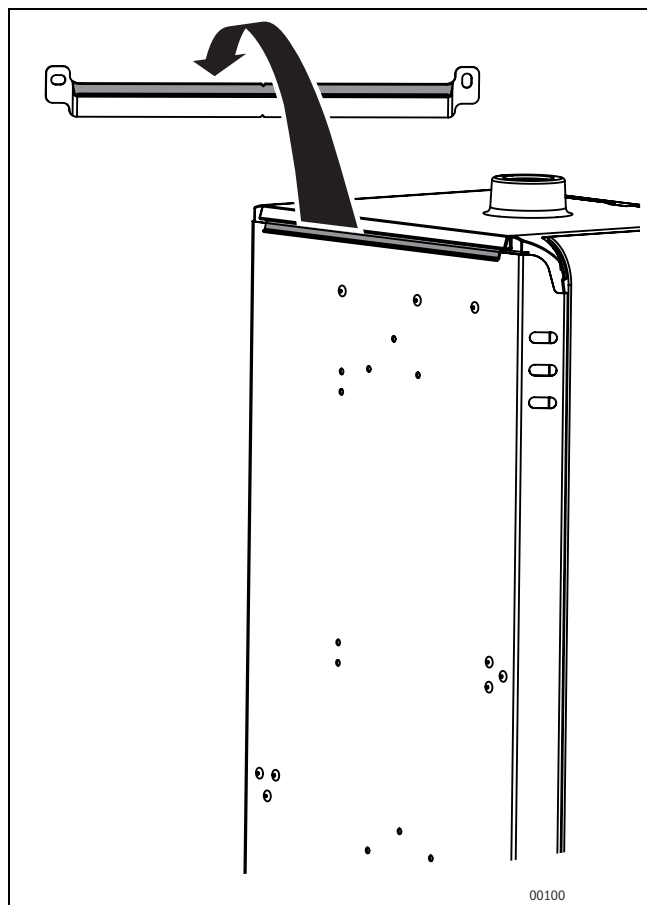

Fig. 16 Aggancio dell'unità interna
- Agganciare l'unità interna al centro della guida di aggancio (→ fig. 16).